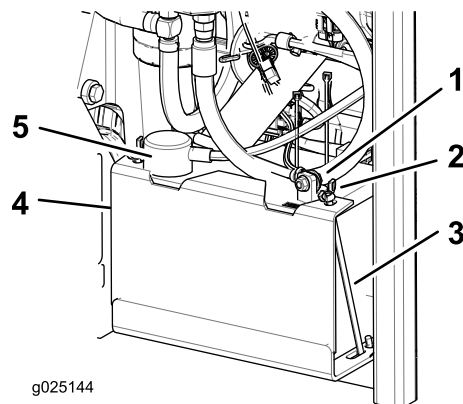

Figure 38
3. Débranchez le câble négatif (noir) de la batterie de la borne négative (-) (noire) de la batterie (Figure 38).
4. Enlevez le capuchon rouge de la borne positive (rouge) de la batterie et débranchez le câble positif (+)(rouge) (Figure 38).
5. Retirez les écrous à oreilles qui fixent les crochets en J (Figure 38).
6. Déposez le dispositif de maintien (Figure 38).
1. Placez la batterie dans son support en tournant les bornes à l'opposé du réservoir hydraulique (Figure 38).
4. Fixez les câbles avec 2 boulons, 2 rondelles et 2 contre-écrous (Figure 38).
6. Reposez le dispositif de maintien et fixez-le avec les écrous à oreilles et les crochets en J (Figure 38).